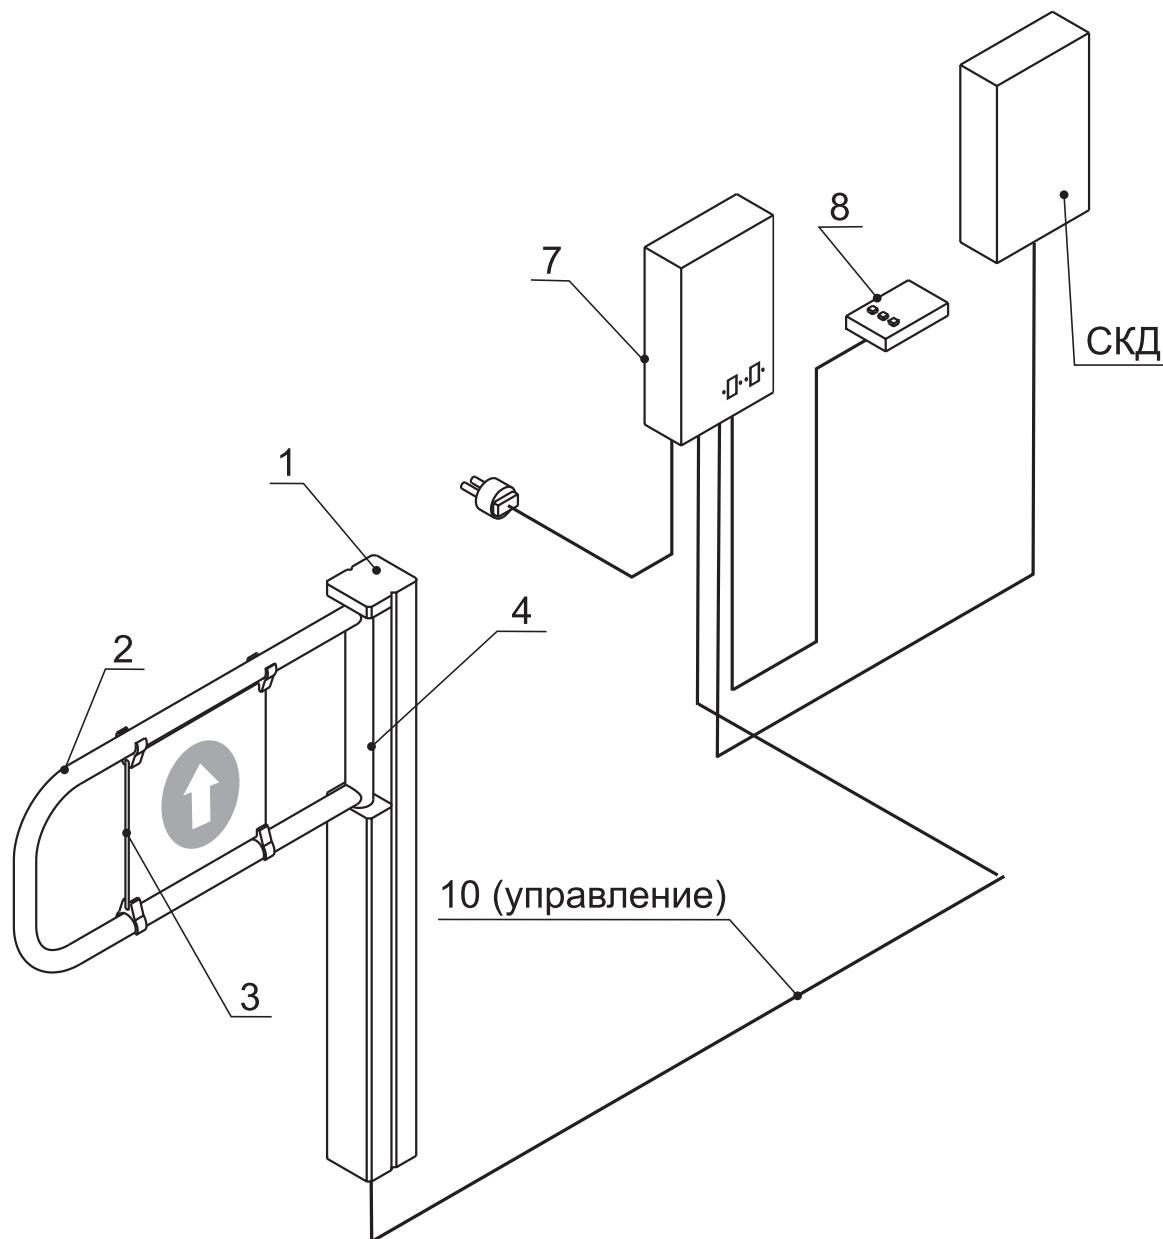

Рис. 2 Устройство стойки
3.1. Калитка в комплекте упакована в транспортную тару, предохраняющую её от повреждений во время транспортировки. Обязательный комплект поставки калитки приведен в таблице 1. Номера позиций указаны в соответствии с рис. 2.
*) Номера позиций указаны в соответствии с рис. 2.
4.3.1. Стойка калитки выполнена в виде корпуса 1 (рис. 2) с осью 4 и створкой 2. Створка выполнена в виде гнутой рамки. Ось вращается между верхним подшипником и основанием. В основании стойки смонтированы: